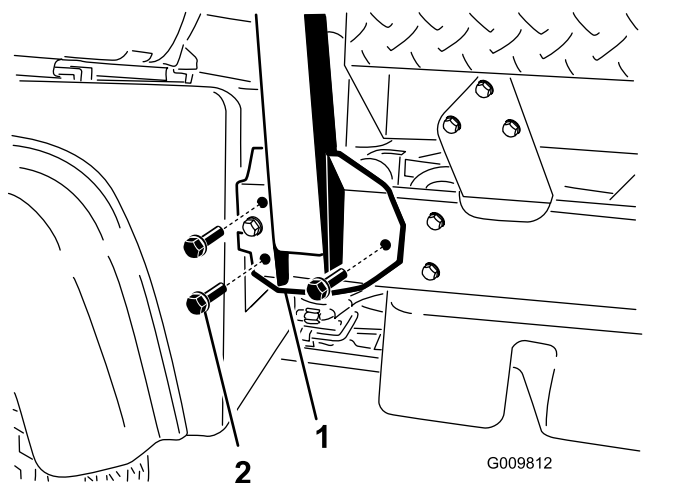

Figura 4
2. Alinee cada lado de la barra antivuelco con los taladros de montaje de cada lado del bastidor de la máquina (Figura 4).
3. Sujete el soporte de montaje de la barra antivuelco al bastidor de la máquina usando 3 pernos con arandela prensada (1/2" x 1-1/4") en cada lado (Figura 4).